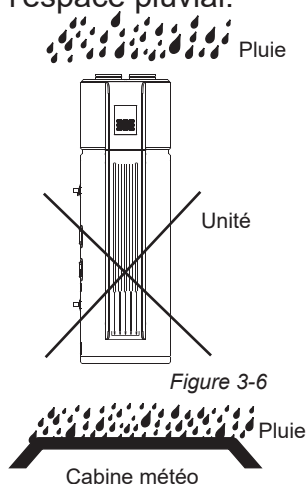

Figure 3-6
- En cas de pénétration de la pluie dans les composants internes de l'unité, ceux-ci peuvent être endommagés ou présenter un danger physique. (Figure 3-6)